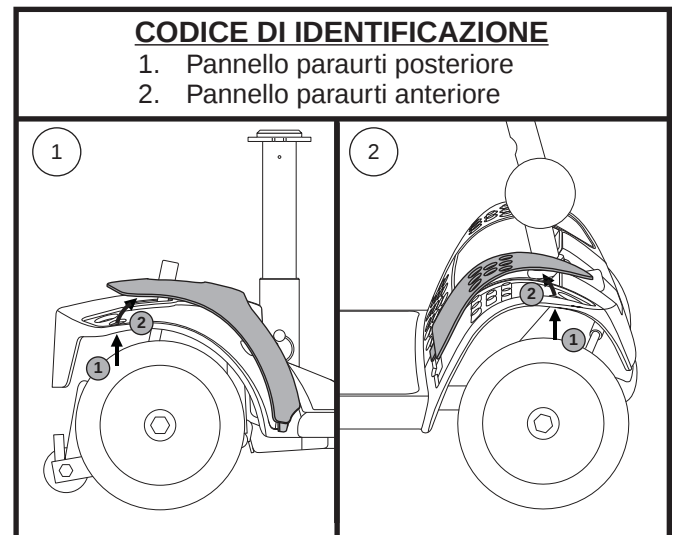

Figura 15. Pannello paraurti
2. Spingere attraverso il foro per separare il pezzo dal miniscooter. **Vedere figura 15.**
NOTA: Quando si installa il pannello paraurti anteriore e posteriore, verificare che la scheda nella parte inferiore del pannello sia inserita nell'apertura prima di fissare il pannello. **Vedere figura 15.**